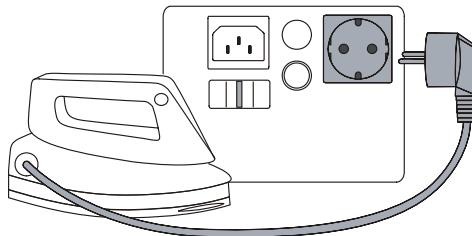

Abbildung 8. Messung des Last/Schutzleiterstromes
- 1 Stecken Sie den Netzstecker des Prüflings, wie auf dem Tester dargestellt, in die Prüf-/Netzsteckdose, siehe Abb. 8.